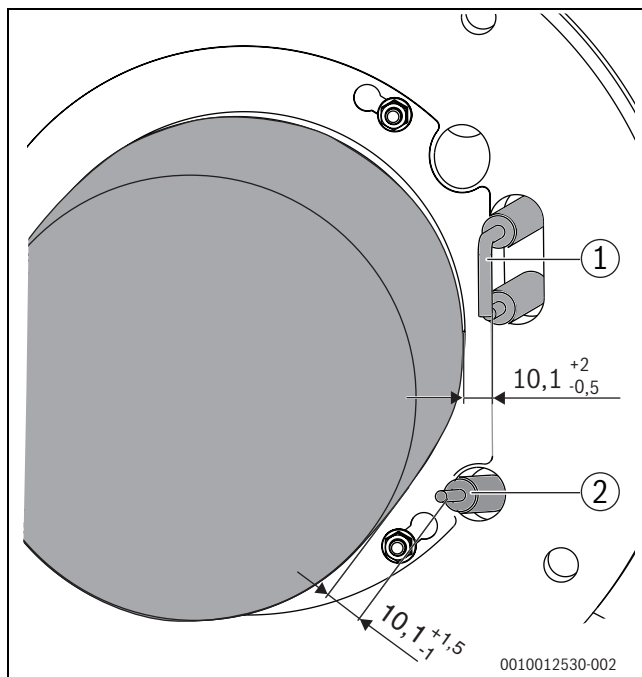

Fig. 60 Posição dos eletrodos (medida em mm)
- ▶ Medir as distâncias dos eletrodos e comparar com as especificações na fig. 60.